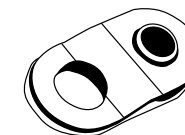

Figure 14
3. Afin de maximiser la vie du treuil et du câble, utilisez un palan pour avoir un câble double pour les charges plus lourdes (Fig. 14).